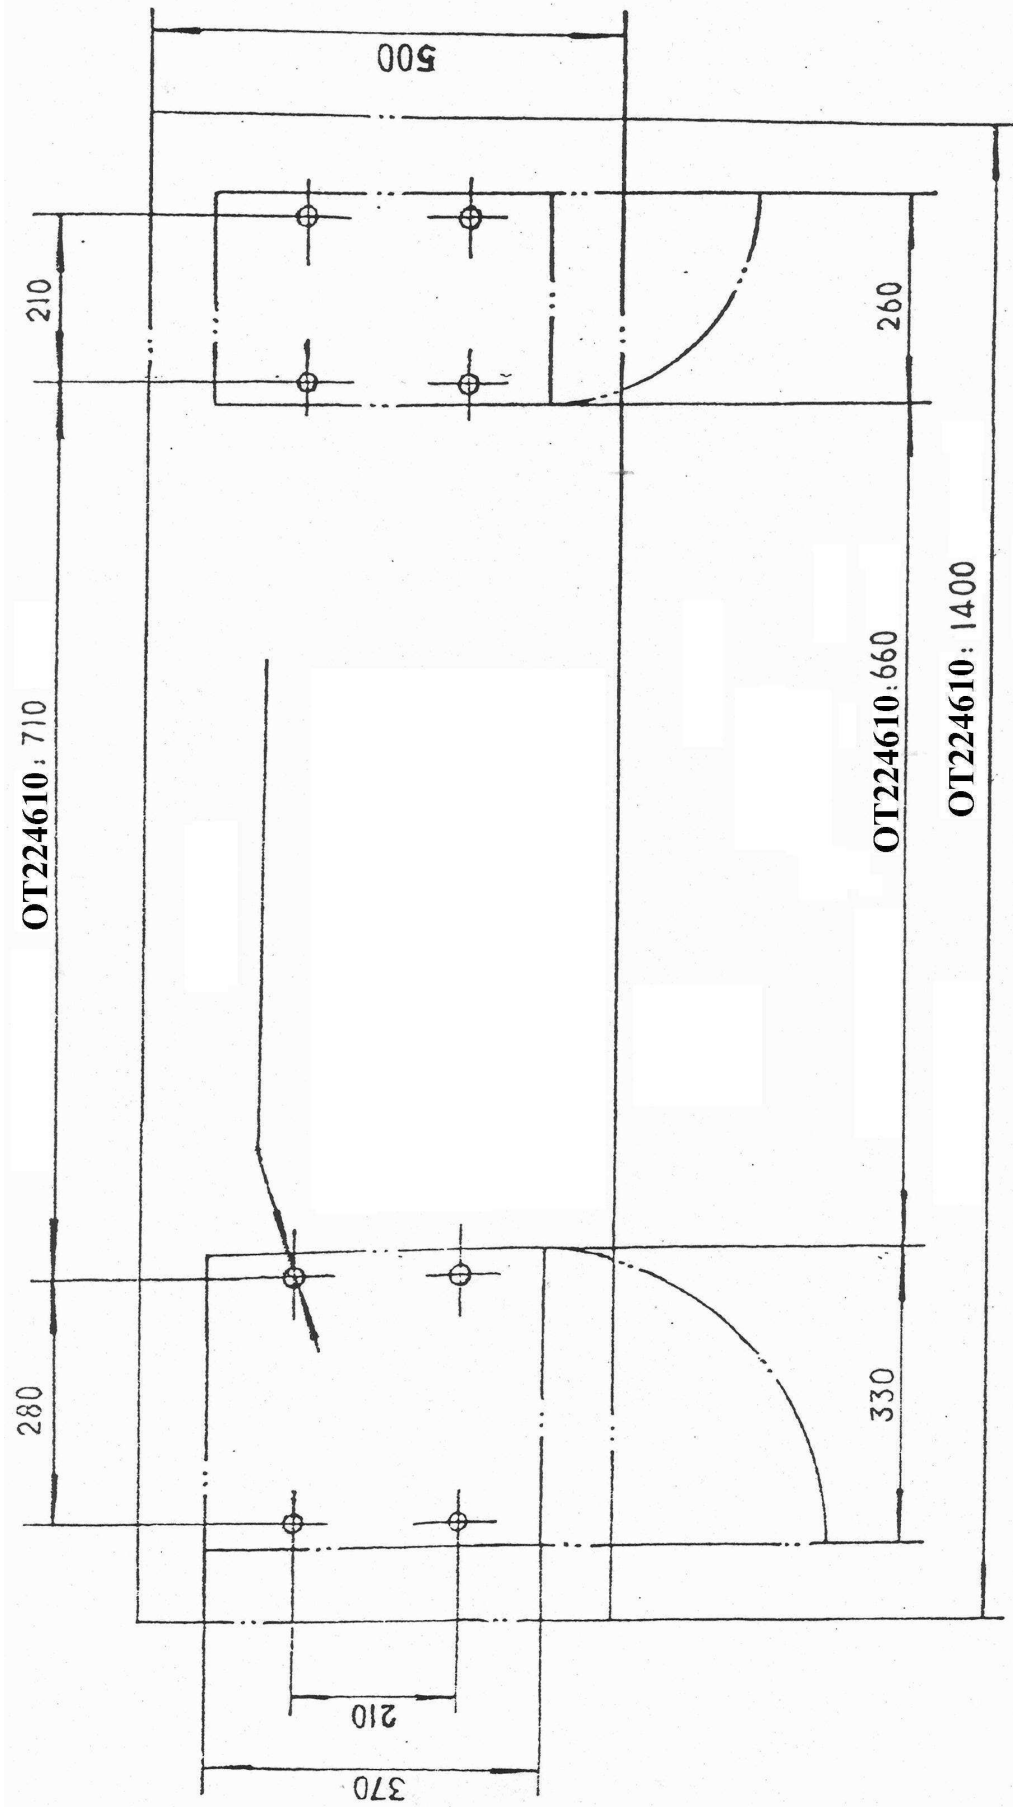

Fig.3 : Dimensions pour fixer les coffrets du socle du tour
- 3.4. Les dimensions de la machine sont indiquées sur la Fig. 3.